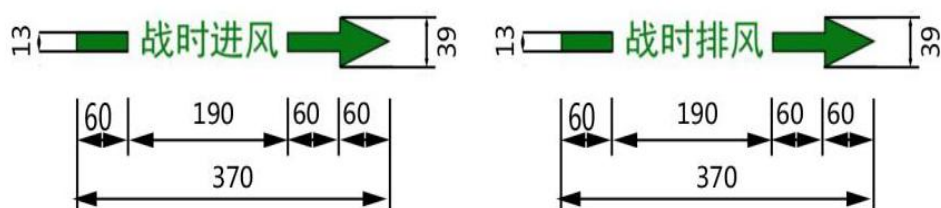

图 32 通风类管线标识样式及尺寸示例
6.3 通风类管线标识由管线名称和气流箭形组成。管线名称用汉字标明,如:“战时进风”、“战时排风”、“战时送风”、“战时回风”、“战时进气”、“战时排烟”等,文字及箭形均为绿色 RGB(8, 119, 21),字体为黑体。通风类管线标识样式及尺寸示例见图 32。